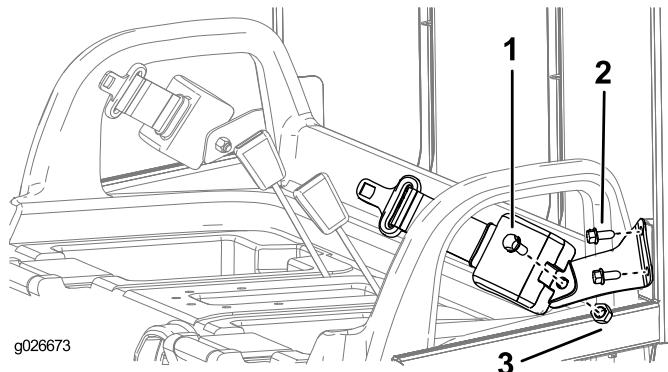

Figura 7
1. Monte un soporte de cinturón de seguridad en cada pestaña del ROPS con 2 pernos (3/8"), según se muestra en Figura 7.
3. Monte el extremo retraíble de cada conjunto de cinturón de seguridad en el soporte de anclaje correspondiente con un perno (7/16") y una tuerca (7/16"), tal y como se muestra en la Figura 7.